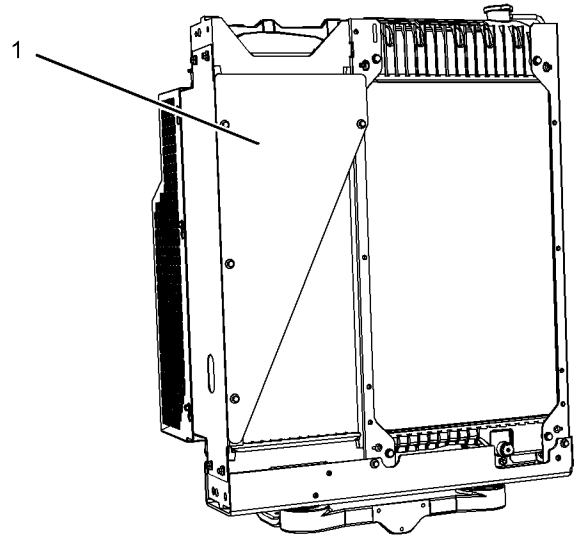

图 75
如果已拆下挡板 (1)，则清洁后必须重新安装挡板，确保挡板位于图 75 中所示的相同方位。发动机在未安装挡板时运转不符合排放法规。